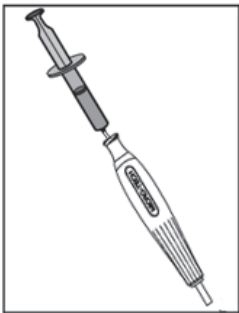
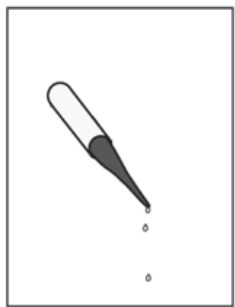

Abb. 3a
Abb. 3b
- Es ist ratsam, den Handgriff (Führungsdrahtanschluss) des Stent-Applikationssystems mit einer 10cc-Spritze mit Kochsalzlösung zu spülen, um die Luft auszustoßen. (Siehe Abb. 3a) Spülen Sie weiter, bis die Kochsalzlösung aus der distalen Katheterspitze austritt. (Siehe Bild 3b)